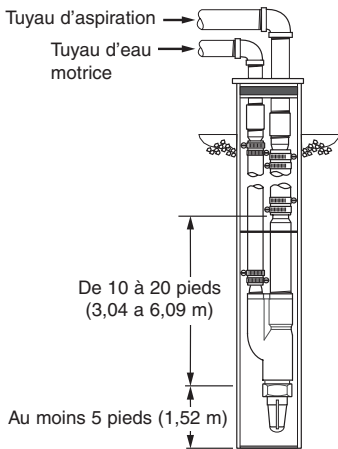

Figure 7
**NOTA :** Comme guide, installer l'éjecteur entre 10 et 20 pieds plus bas que le niveau de l'eau atteint lorsque la pompe fonctionne, mais toujours à au moins cinq pieds du fond du puits (voir la Figure 7).